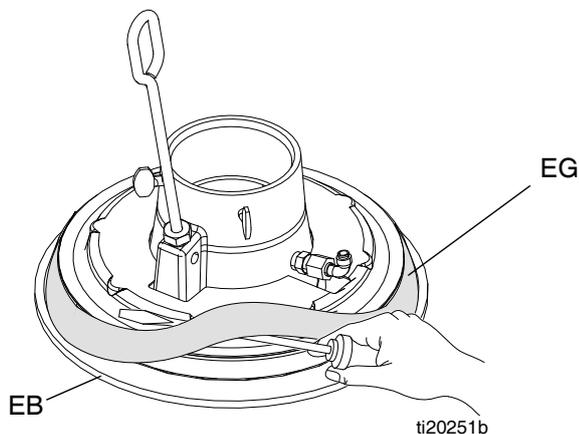

FIG. 12: Glisser l'entretoise
2. Avec la main, incliner l'entretoise (EG) et l'enlever du plateau en la rabattant par-dessus la bride. Voir FIG. 12.
3. Conserver l'entretoise (EG), car elle peut resservir pour d'autres applications.
1. Veiller à ce que le grand diamètre de l'entretoise (EG) soit bien orienté vers le **bas**. Soulever l'entretoise (EG) jusqu'à ce qu'elle soit entièrement au-dessus de la bride du cylindre. Voir FIG. 12.